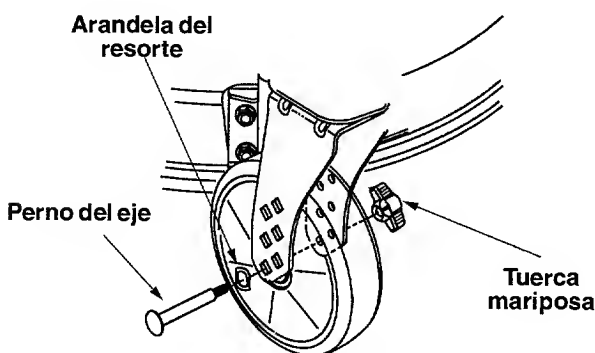

Figura 16
- Para ajustar, extraiga la tuerca mariposa del perno del eje. Vea la Figura 16.
- Con la arandela del resorte sobre el perno del eje, reinserte el perno del eje en el orificio cuadrado deseado, a través del conjunto de las ruedas. Vea la Figura 16.